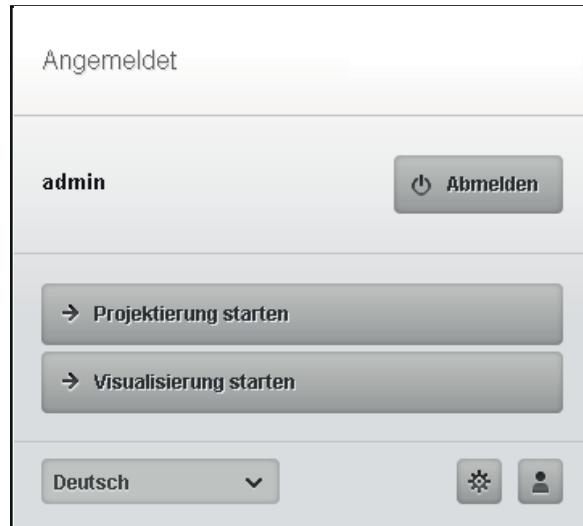

Bild 17: Auswahlbildschirm nach Anmeldung des Administrators
- Nach erfolgreicher Anmeldung des Administrators wird der Auswahlbildschirm (Bild 17) angezeigt geladen.
- i** Der Administrator hat Zugriffsrechte auf die Projektierung (**Projektierung starten**) und die Visualisierung (**Visualisierung starten**), auf die Konfigurationsverwaltung  und die Benutzerverwaltung  (Bild 17).
Die Konfigurationsverwaltung wird über die Schaltfläche  im Anmeldebildschirm geöffnet (Bild 17).